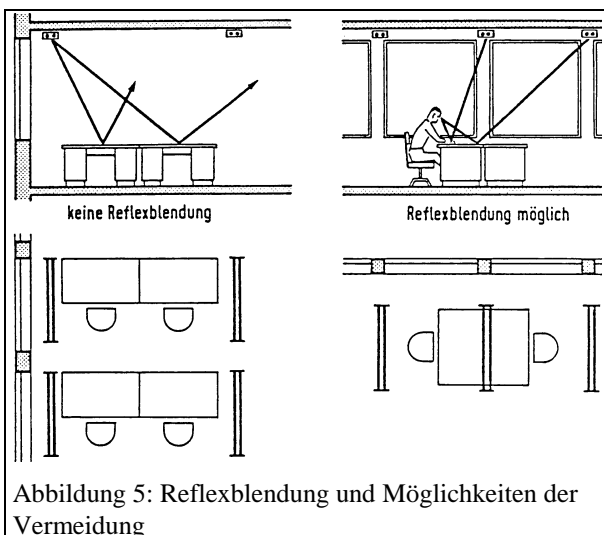

Abbildung 5: Reflexblendung und Möglichkeiten der Vermeidung
- Reflexblendung (indirekte Blendung) Lampen/Leuchten, Sonnenlicht, welche sich in glänzenden Flächen (Wände, Papier, Arbeitsgegenständen, Bildschirm usw. spiegeln (Abbildung 5)).